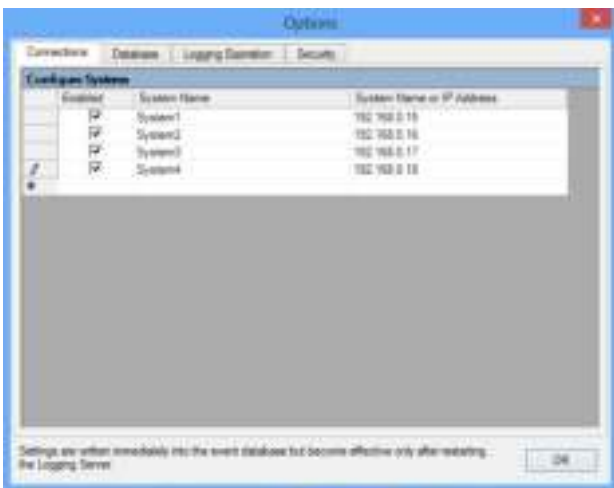

рисунок 58.8: Добавить систему (3)
- Щелкните по полю *System Name* или *IP Address*, и введите IP-адрес или название контроллера сети системы, к которой должен подключиться *Logging Server*. Например, *192.168.0.18* (см. рисунок 58.8).